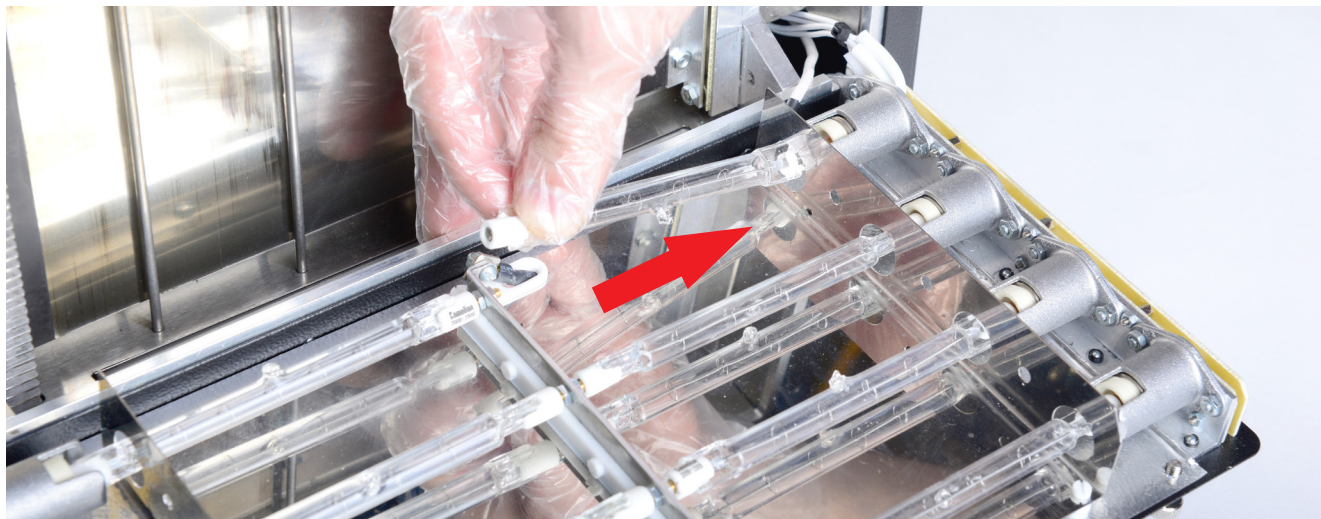

Рис. 31
7. Для установки лампы необходимо вставить её в цоколь приложив усилие в сторону от центра (Рис. 31). Совместить второй контакт лампы с контактом центральной шины и установить лампу.